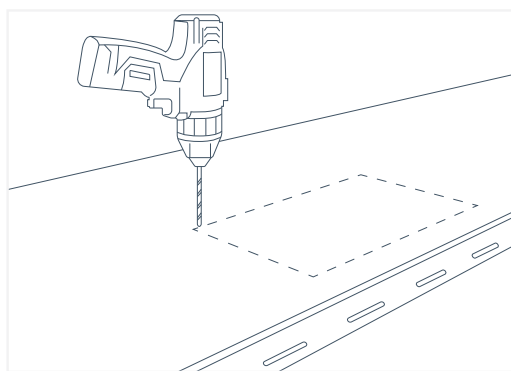

Fig. 2
3. Perfore un orificio de 1/2" en la esquina de la abertura requerida (Fig. 2).